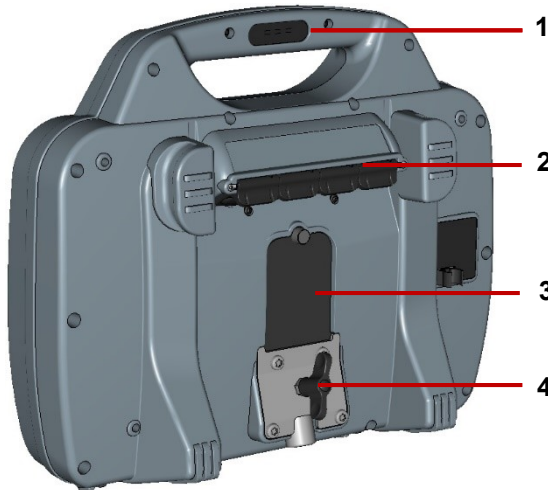

Fig. 3-2: Controller, achteraanzicht
- Houd het voedingsbus te allen tijde schoon en droog. Houd het hoofdaansluitingspaneel gesloten wanneer de controller niet in gebruik is. Zie Fig. 3-2.